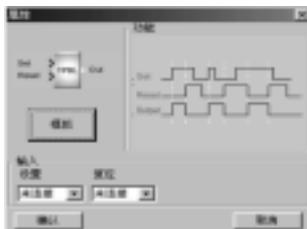

图 4.8 属性设置对话框
2. 出现的属性对话框,如图4.8所示,根据需要分别设定各项内容,您也可以点击“模拟”来观察该功能块的动作过程。